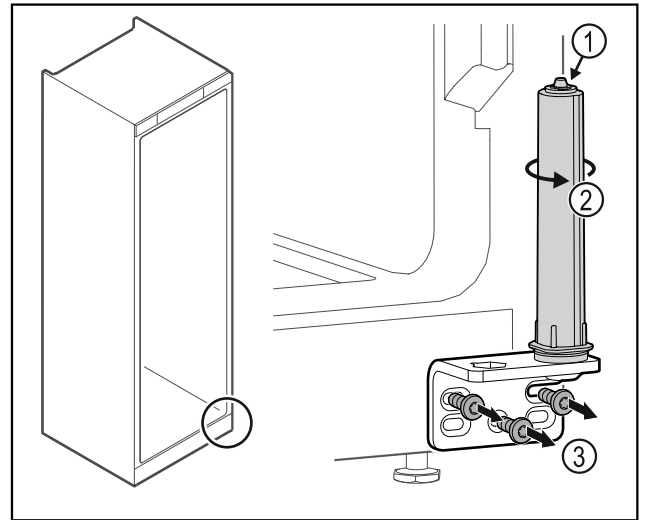

Fig. 32
- ▶ No desensamblar el sistema de cierre de la puerta Fig. 32 (1).
- ▶ Girar el sistema de cierre Fig. 32 (2) hasta que haga clic.
- ▶ Desatornillar la escuadra de bisagra Fig. 32 (3).